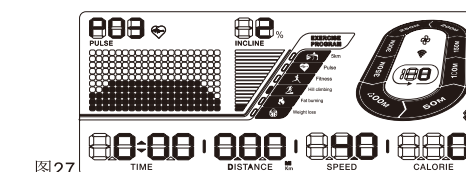

图27
2. 我们为您在面板上设置了山地训练程式快捷键。(图27所示)。